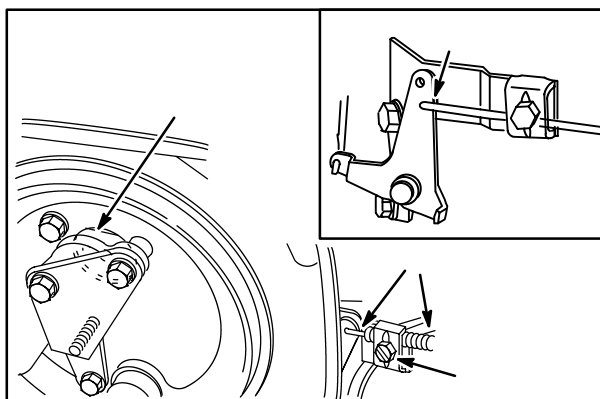

Fig. 24
**NOTA:** Verifique se o cabo do controle do afogador está instalado no orifício nº 2 (2) na alavanca do afogador, Fig. 24.